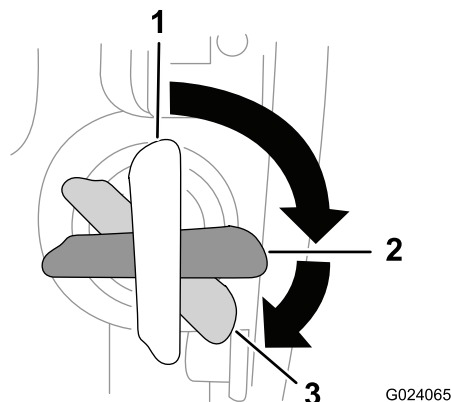

Figura 20
3. Gire o interruptor de ignição para a posição Start e mantenha-o nessa posição até o motor ligar (Figura 20).